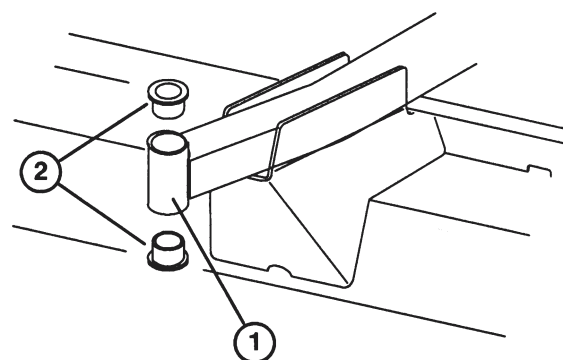

Bild 15
4. Führen Sie einen Dorn in die Ober- oder Unterseite des Befestigungsrohrs ein und treiben die Büchse aus dem Rohr heraus (Bild 15). Treiben Sie dann die zweite Büchse aus dem Rohr heraus. Reinigen Sie die Innenseite des